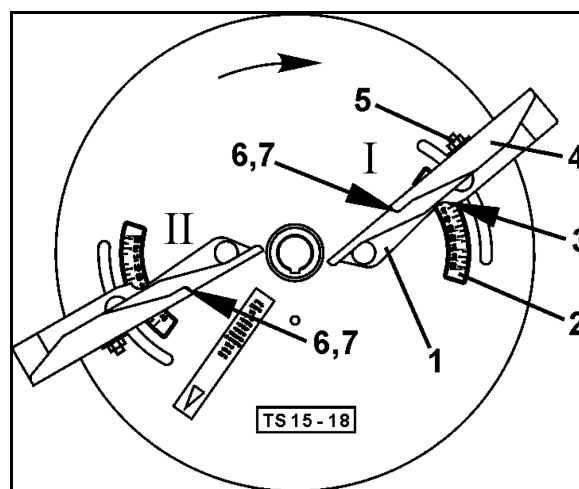

Fig. 83
- Réglez l'arête de lecture de l'aube (Fig. 83/7) de l'aube I sur **D** et bloquez en position l'extrémité de l'aube. Réglez et bloquez en position l'aube I sur la graduation **40**.